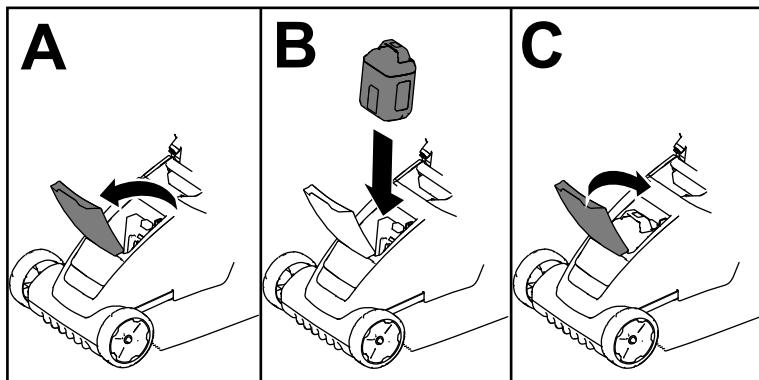

Figura 8
3. Sollevate il coperchio del vano batteria (A della Figura 8).
4. Allineate la cavità nel pacco batteria con la linguetta sulla macchina e fate scorrere il pacco batteria nel vano fino a quando non si blocca in posizione (B della Figura 8).
5. Chiudete il coperchio del vano batteria (C della Figura 8).